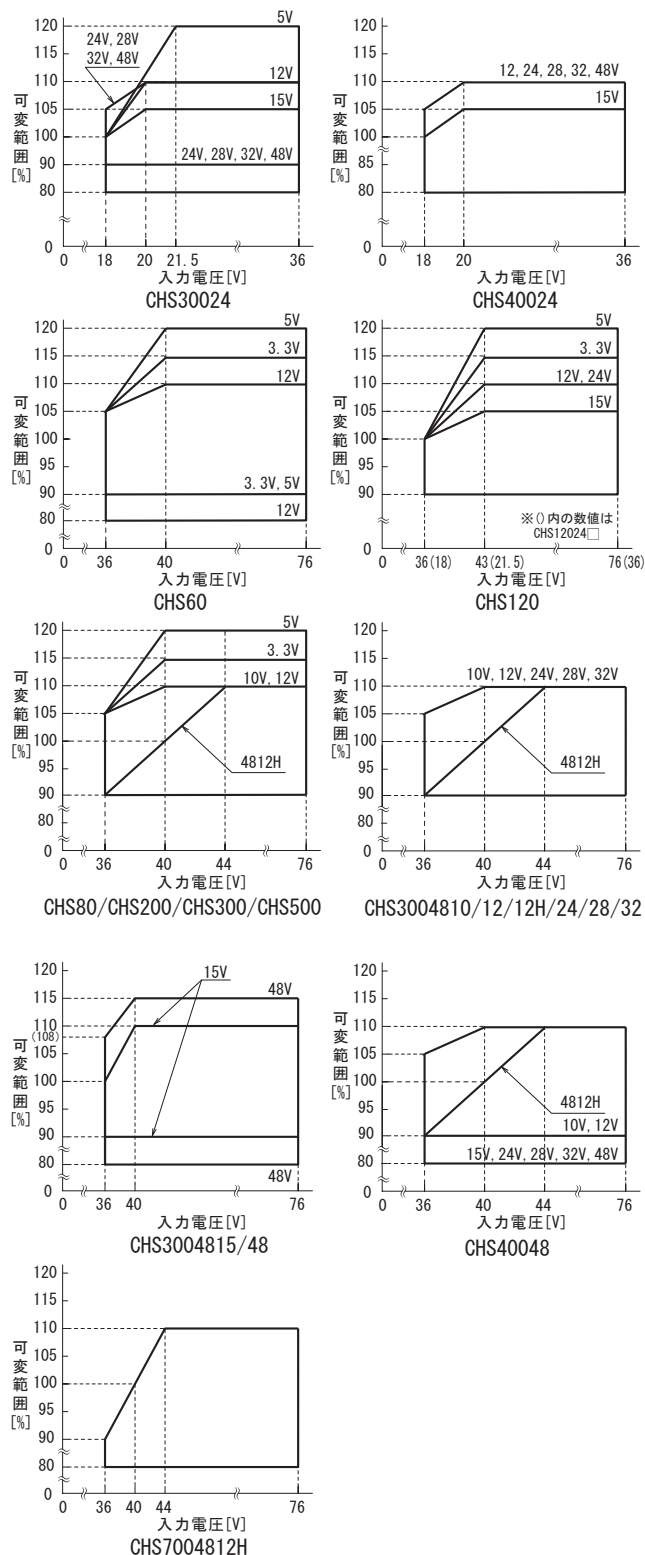

図3.5 出力電圧可変範囲
- 出力電圧を可変して使用する場合、入力電圧ディレーティングが必要となります (図3.5)。